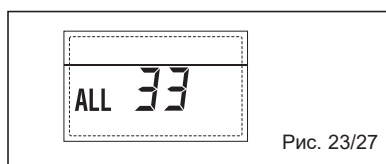

Рис. 23/27
– НЕПОЛАДКА КОММУНИКАЦИИ СХЕМЫ RS-485 В КАСКАДАХ “ALL 34” (Рис. 23/28)